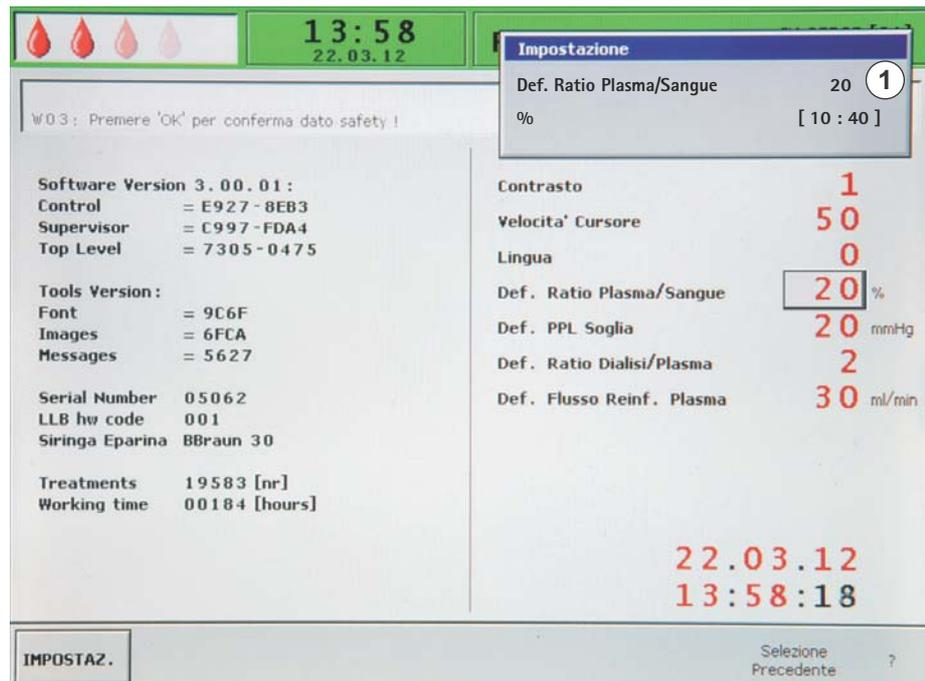

Fig. 3-7 Videata *Impostazioni* – Selezione di un parametro importante per la sicurezza
Se un parametro è importante per la sicurezza del paziente, il valore attualmente impostato è visualizzato nella finestra *Impostazione* al di sopra del range selezionabile (Fig. 3-7 , ① ). Inoltre, i LED sopra il tasto *OK* lampeggiano.